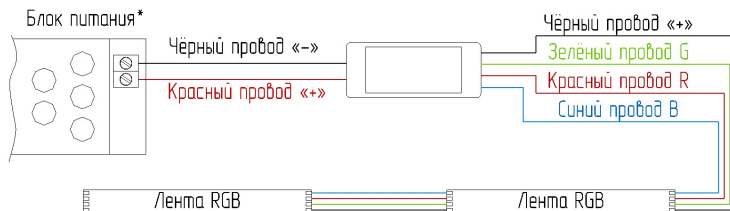

Рисунок 3– Схема подключения контроллера, светодиодной ленты и блока питания.
- 5.1.2. Подключите к выходным разъемам контроллера нагрузку RGB 12-24В. При подключении соблюдайте полярность. Цвет провода нагрузки должен соответствовать цвету провода контроллера. Черный провод – общий «+». См. рисунок 3.